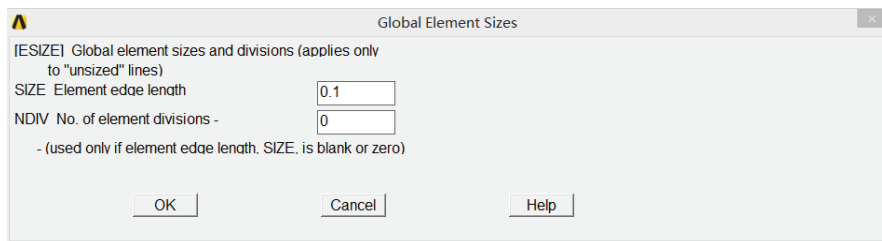

图 4-9 单元尺寸设置对话框
6) 选择 Main Menu | Preprocessor | Meshing | Size Cntrls | ManualSize | Global | Size 命令, 出现 Global Element Sizes 对话框, 在 SIZE Element edge length 输入栏中输入 0.1, 如图 4-9 所示, 单击 OK 按钮关闭该对话框。